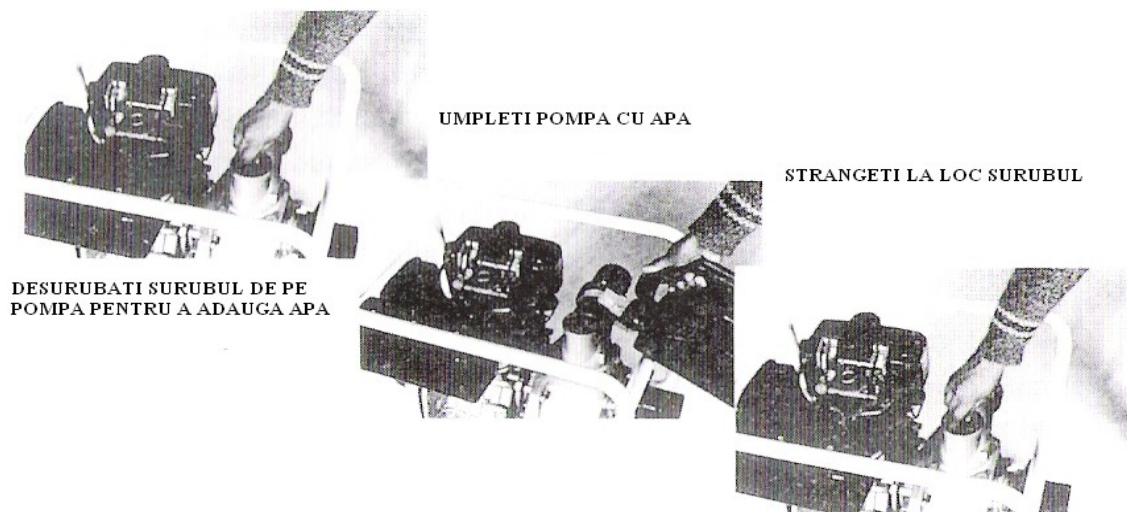

Fig 1
- (1) Adaugati apa – cand porniti pompa pentru prima oara trebuie sa adaugati apa in pompa (Fig. 1).